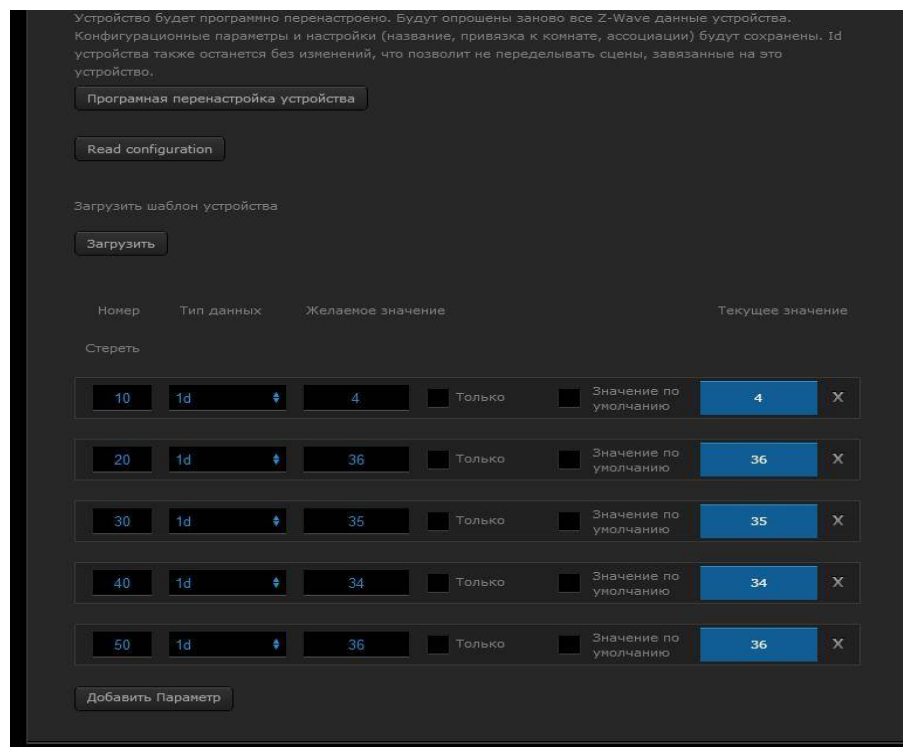

Рис. 6
7.2 Ввод параметры настройки каналов показан на рис. 6.